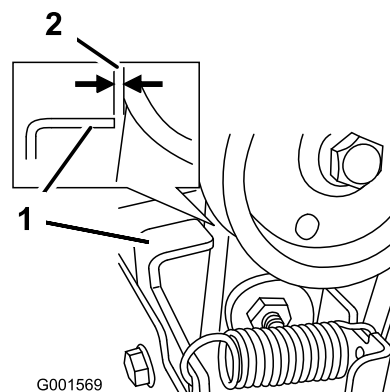

Figure 47
3. Lorsque le levier de commande de fraise à neige/turbine est désengagé, vérifiez qu'il existe un écart de 1,5 mm entre l'ensemble embrayage de fraise à neige et la patte (Figure 47).